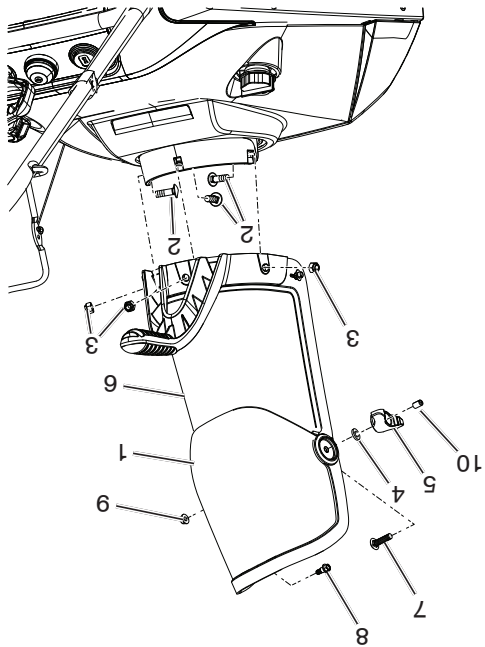

Figure 4
- Poser le déflecteur de goulotte sur la goulotte de décharge à l'aide des vis et de la rondelle, de l'écrou, du bouton de déflecteur et du capuchon du pongeur (Figure 4).
- Poser la goulotte de décharge à la base de la goulotte en utilisant les trois vis et les écrous (Figure 4).